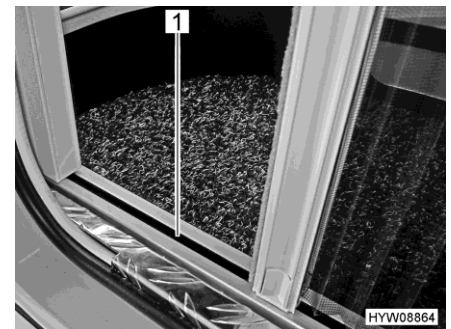

Bild 57 Insektenschutz (untere Führung)
- ▷ Griffleiste beim Schließen und Öffnen mit beiden Händen greifen. So verringert sich das Risiko, dass der Insektenschutz in den Führungen (Bild 57,1) verkantet.